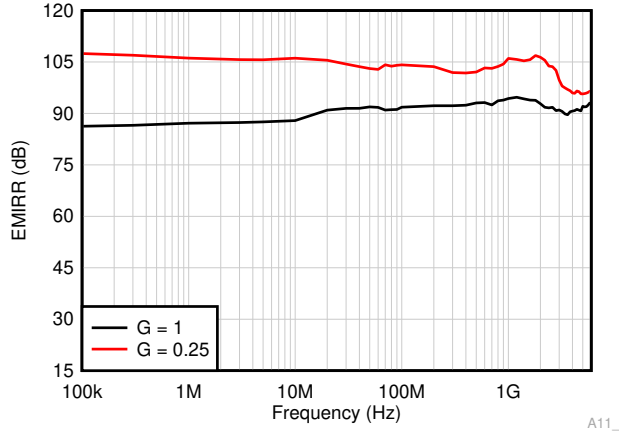
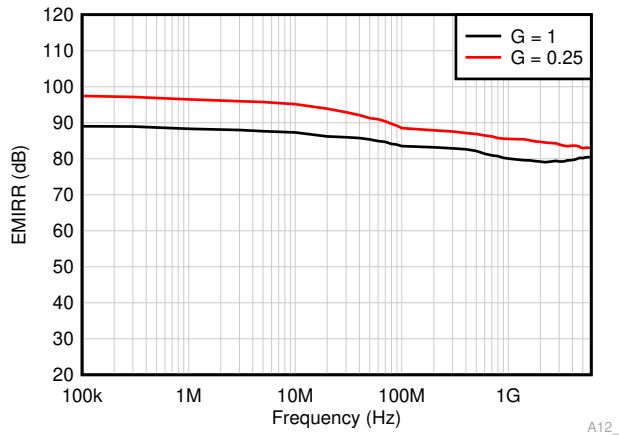

图 7-4. 以输出为基准的电磁干扰抑制比与频率间的关系 (差分输入)
图 7-5. 以输出为基准的电磁干扰抑制比与频率间的关系 (共模输入)
INA500 采用集成电磁干扰 (EMI) 滤波来减少无线通信设备、混合使用模拟信号链和数字元件的高密度电路板等干扰源产生的 EMI 效应。通过电路设计技术可改进 EMI 抗扰度；INA500 受益于这些设计改进措施。德州仪器 (TI) 能够在从 10MHz 延伸至 6GHz 的宽频谱上准确地测量和量化运算放大器的抗扰度。图 7-4 显示了对 INA500 进行差分 EMI 干扰测试的结果，图 7-5 显示了对 INA500 进行共模 EMI 干扰测试的结果。表 7-2 提供了 INA500 在实际应用中通常会遇到的特定频率下的 EMIRR IN+ 值。运算放大器的 EMI 抑制比应用报告包含了与运算放大器相关的 EMIRR 性能主题，该报告可在 www.ti.com 上下载。